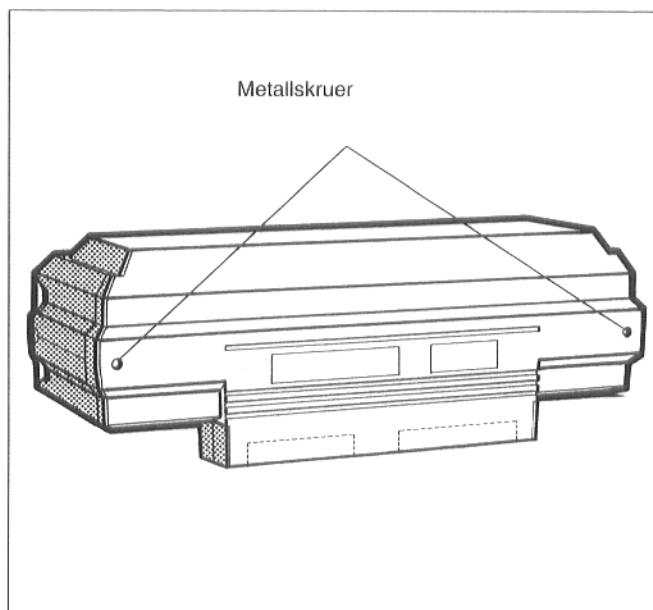

Fig. 51
- De to metallskruene i klemmedekselet løsnes. Klemmedekselet vippes litt oppover og fjernes så bakover (fig. 51).